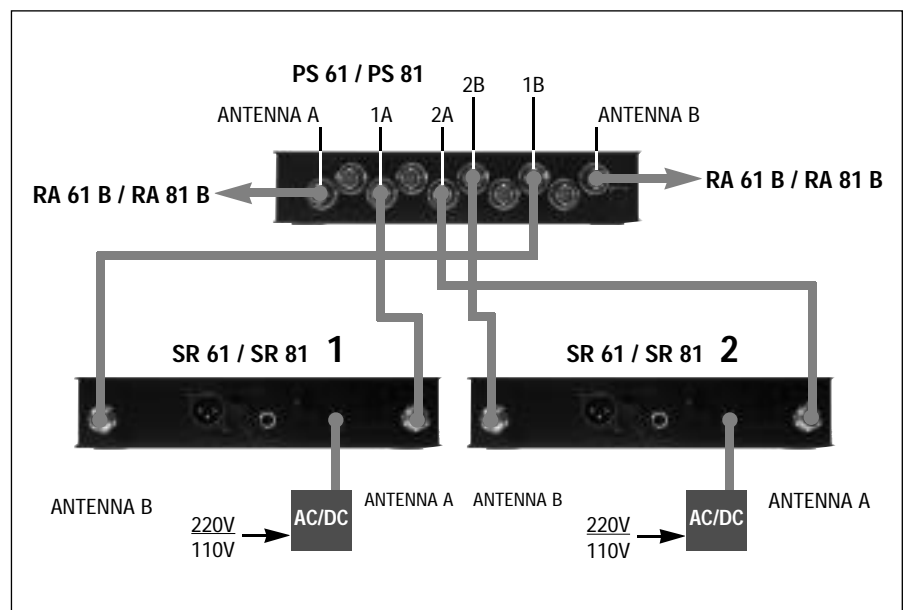

Fig. 6: cablagem de uma instalação de 2 canais
1. Ligue cada um receptor com cabos BNC (opcionais - veja capítulo 2.3) às saídas 1A, 1B e 2A, 2B (veja fig. 6).
2. Ligue as outras saídas do Power Splitter às entradas ANTENNA dos receptores conforme a fig. 6.
1. Ligue as saídas do Power Splitter com as entradas ANTENNA dos receptores através de cabos BNC (opcionais) como na fig. 6.